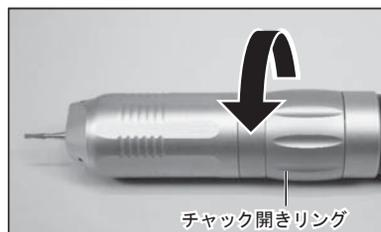

図3
- パーを取り外す場合は、チャック開きリングを図3の矢印の方向に回せば取り外すことができます。